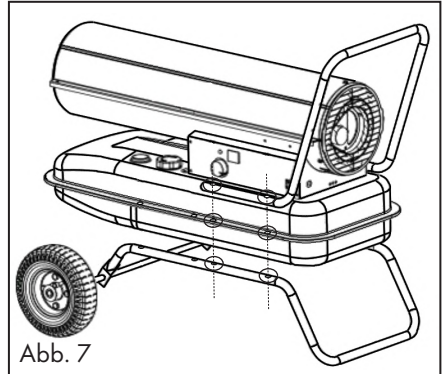

Abb. 7
- Legen Sie den Oberen Rohrrahmen (3) auf den Tank, siehe Abb. 7
- Stellen Sie sicher, dass jeweils zwei Bohrungen des oberen Rohrrahmens (3) mit den Bohrungen seitlich am Tank und den Bohrungen des unteren Rohrrahmens (1), in einer aufrechten Linie sind.
- Stecken Sie von oben links und rechts jeweils vier große Rundkopfschrauben (A) durch den Handbügel-Rahmen, die Bohrungen seitlich am Tank und die Bohrungen des unteren Rohrrahmens (1).
- Fixieren Sie die Schrauben mit Unterlegscheiben, Federringen und Muttern (A).